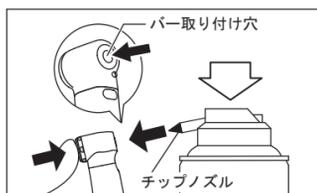

図12
- 2) プッシュボタンを軽く押しながらパーの取り付け穴へ直接スプレー注油を行います(図12)。